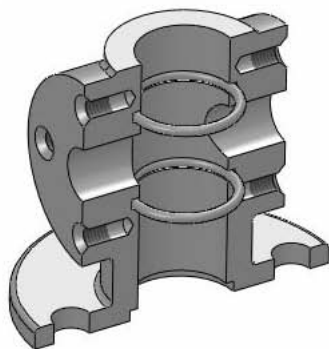

Рис. 6.35. Вставленные в корпус кольца
5. Аналогично вставьте второе кольцо (рис. 6.35).